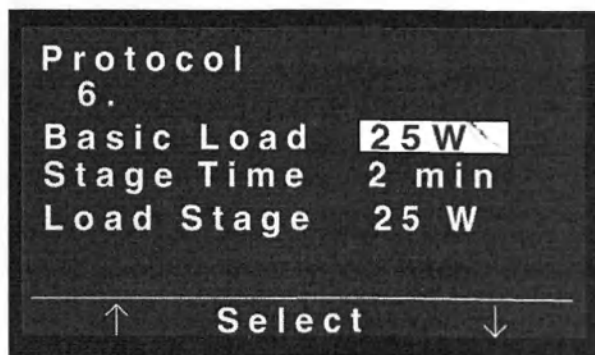

Рис. 7-6 Значение базовой нагрузки отображается в инверсном виде
- Значение базовой нагрузки будет показано в инверсном виде (рис. 7-6).